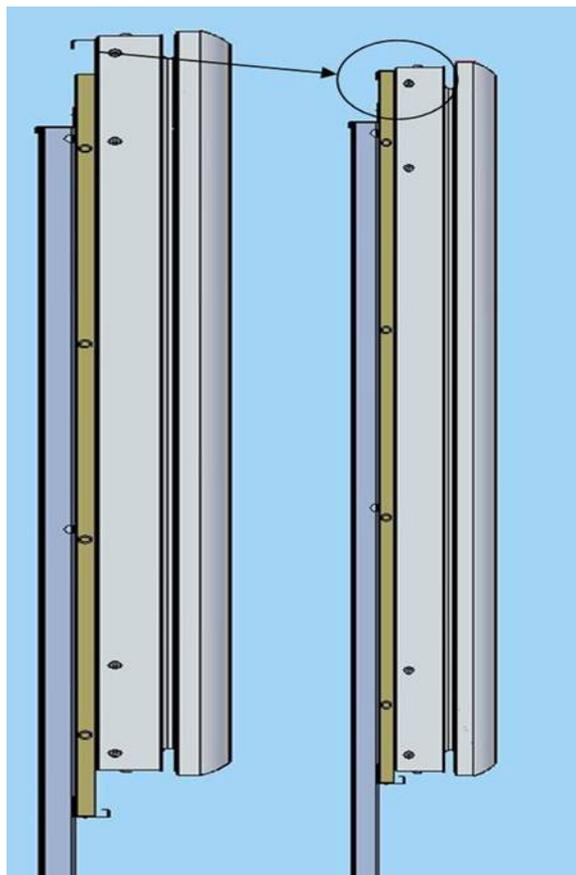

Figura 4
1. Posizionare verticalmente la cornice portando ad appoggiare sullo schienale le scatole angolari alte destra e sinistra figura 4